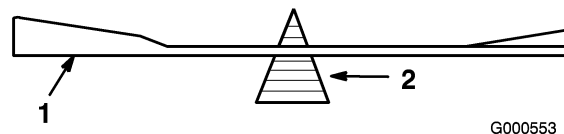

Figure 41
2. Vérifiez l'équilibre de la lame en la plaçant sur un équilibreur (Figure 41). Si la lame reste horizontale, elle est équilibrée et peut être utilisée. Si la lame est mal équilibrée, répétez la procédure d'affûtage du côté le plus lourd jusqu'à ce que la lame soit correctement équilibrée.